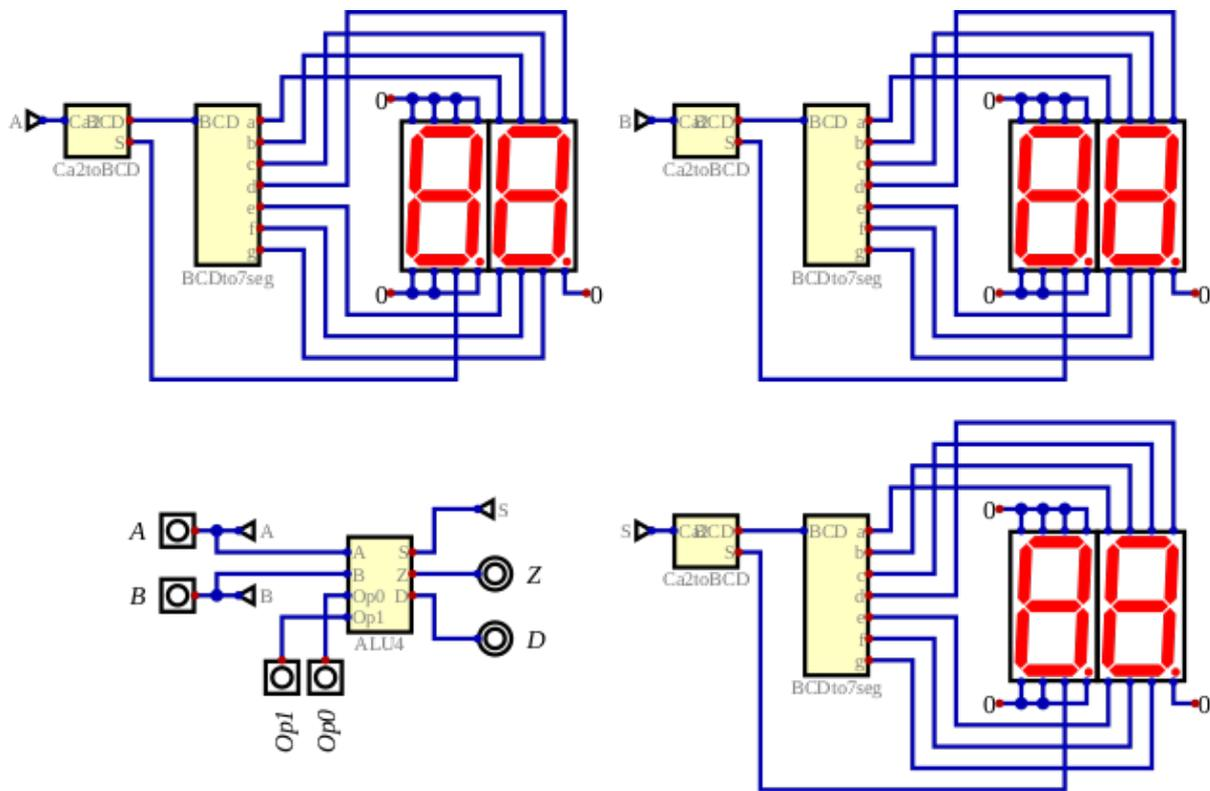

Figura 3.2: Ejemplo de circuito de verificación de la ALU.
11. Verifica el funcionamiento del circuito. Puedes crear un circuito nuevo en el que usar la ALU y ver el resultado, por ejemplo reutilizando los circuitos `Ca2toBCD.dig` y `BCDto7seg.dig` de la práctica anterior, tal y como se muestra en la figura 3.2. Para poder utilizar circuitos ya hechos, recuerda que es necesario que se encuentren en el mismo directorio que el circuito actual.